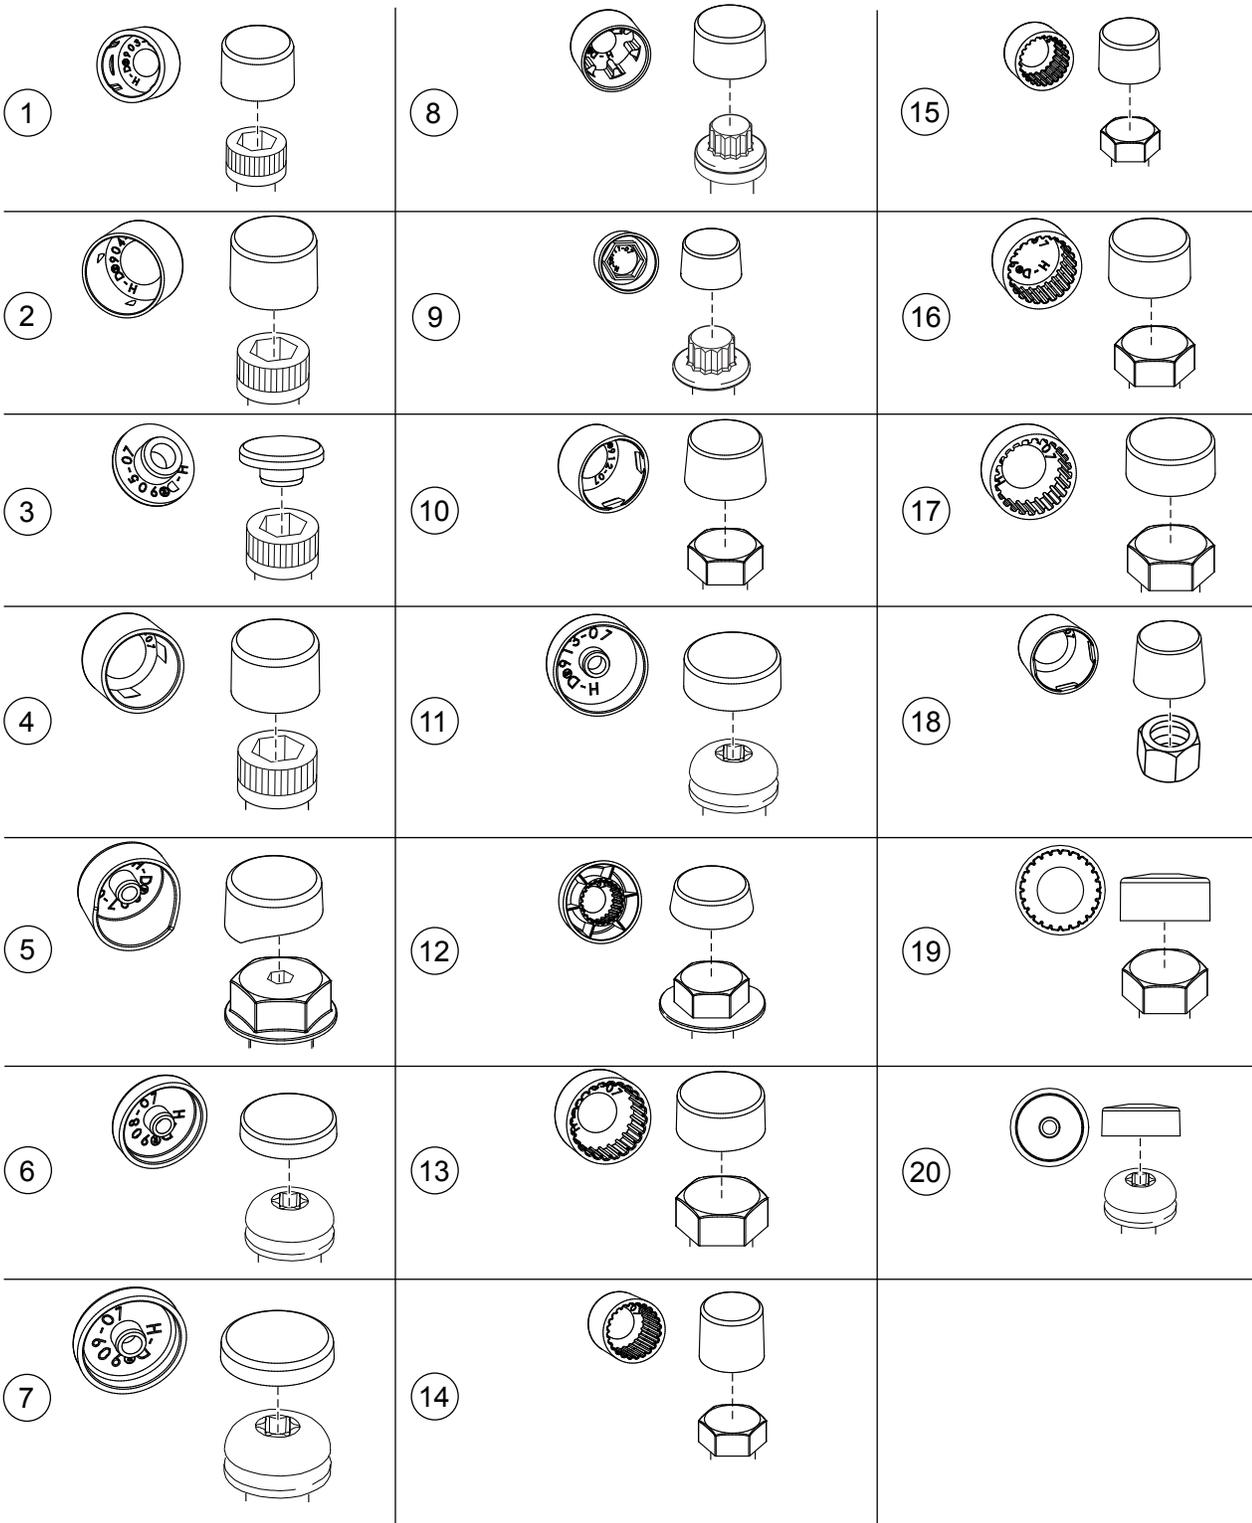

Figura 2. Cubiertas Classic y ajustadores correspondientes
- Vea Figura 2 para ver las imágenes de cada cubierta y sus sujetadores correspondientes.